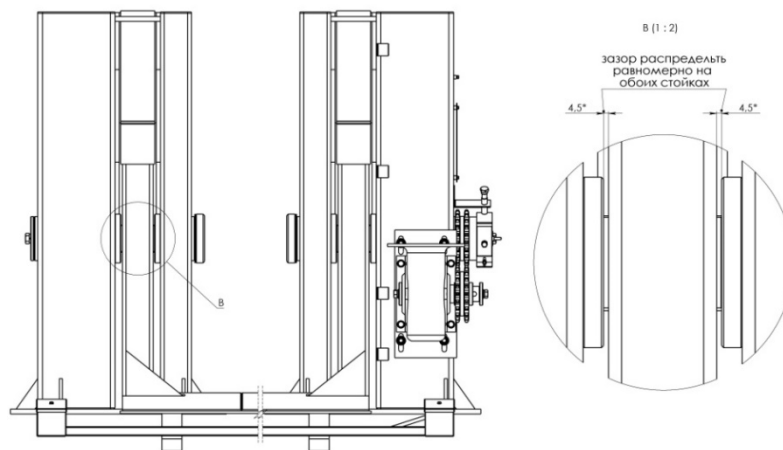

Рис.2
8. Убедиться в том, что поворотные стойки имеют зазоры между основными стойками приблизительно одинаковые. (рис.2).